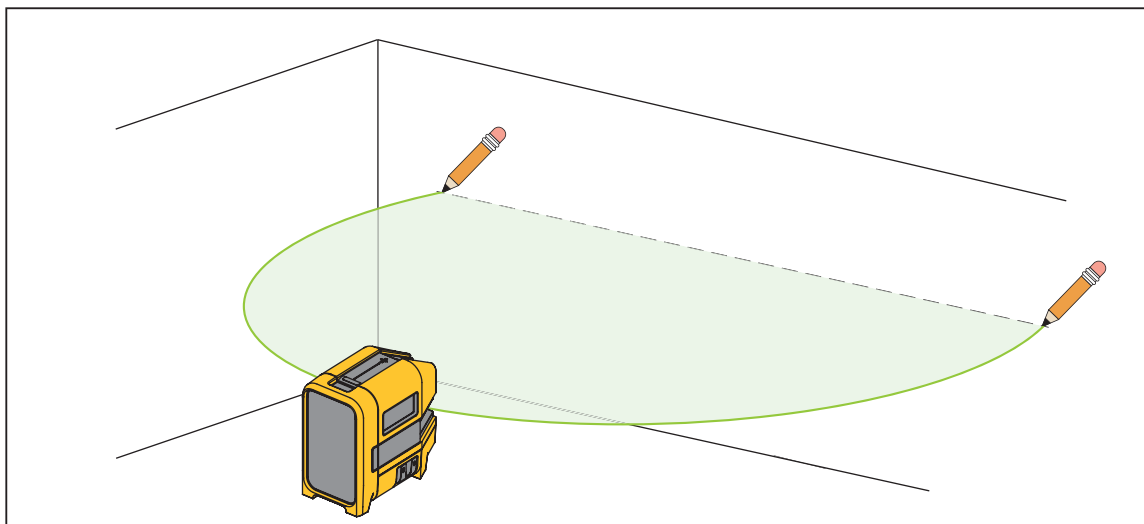

Figure 2. Nouvel alignement horizontal ou diagonal
2. Mettez sous tension le laser horizontal et pointez le laser vers la zone cible. Voir la figure 2.